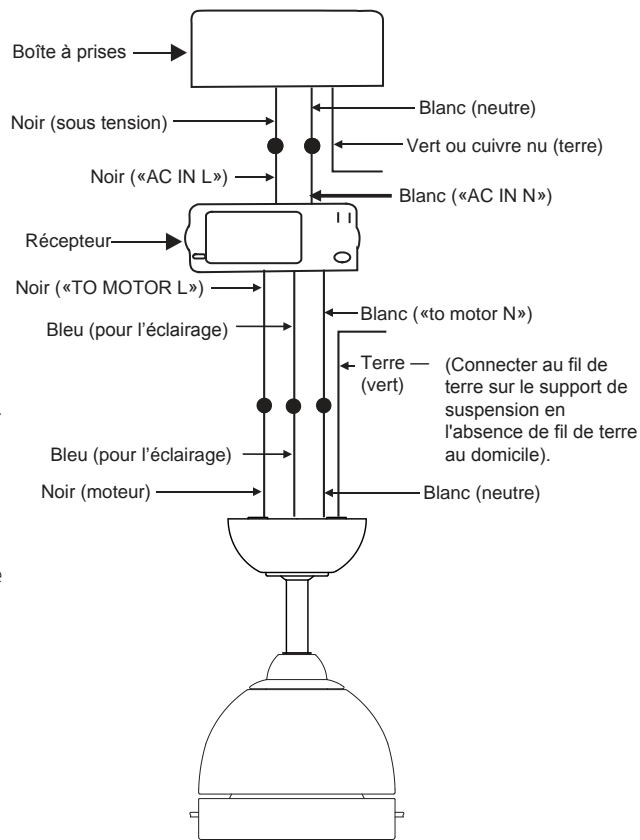

Fig. 12
**Étape 2.** Connexions électriques entre le moteur et le récepteur : (Fig. 12)
**Étape 3.** (Fig. 12) Connexions entre récepteur et fils d'alimentation du domicile : Connectez le fil noir (sous tension) du plafond au fil noir marqué "AC IN L" du récepteur. Connectez le fil blanc (neutre) du plafond au fil blanc marqué "AC IN N" du récepteur. Sécurisez les connexions de fils avec les connecteurs en plastique (fournis).
**Étape 4.** (Fig.12) Si la boîte à prises a un fil de masse (vert ou cuivre nu), le connecter aux fils de mise à la terre du ventilateur : en l'absence de ce fil, connecter le fil de mise à la terre du ventilateur au support de montage. Sécurisez la connexion du fil avec l'écrou en plastique (fourni). Après avoir connecté les fils, séparez-les de sorte que les fils verts et blancs se trouvent sur un côté de la boîte à prises et les fils noirs et bleus de l'autre côté.